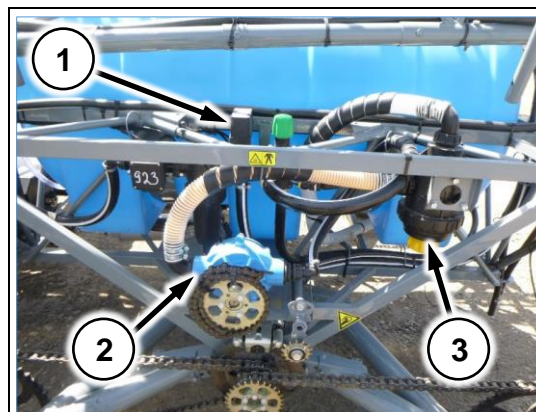

Рис. 48
3. Установите распределитель хим. системы (Рис. 48/1) на кронштейн с левой стороны машины
4. Установите насос хим. системы (Рис. 48/2) на специальную переходную площадку с левой стороны машины
5. Установите фильтр грубой очистки на крепежную планку с левой стороны машины (Рис. 48/3)